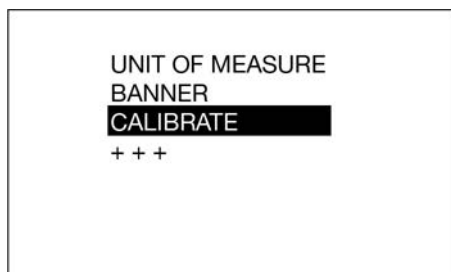

FIG. 14
- Utiliser la touche fléchée HAUT ou BAS du clavier pour mettre le menu CALIBRATE (Étalonnage) (FIG. 14) puis appuyez sur la touche ENTREE sur le clavier pour sélectionner le menu CALIBRATE (Étalonnage).